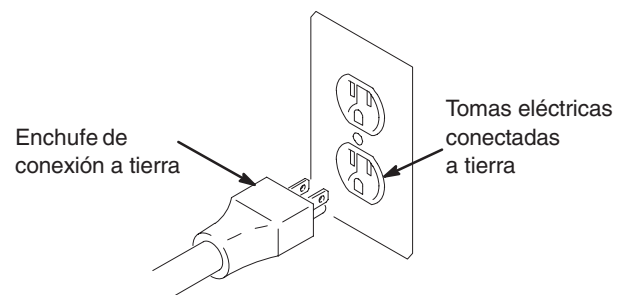

Fig. 2
1. Fig. 2. Los modelos Ultra Max II 695, 795 y 1095 de 100–120 Vca requieren un circuito de 50/60 Hz, 15A, con un receptáculo de conexión a tierra. Los modelos Ultra Max II 1595 de 120 Vca requieren un circuito de 50/60 Hz, 20A, con un receptáculo de conexión a tierra; los modelos de 220–240 Vca requieren un circuito de 50/60 Hz, 10A con un receptáculo de conexión a tierra.